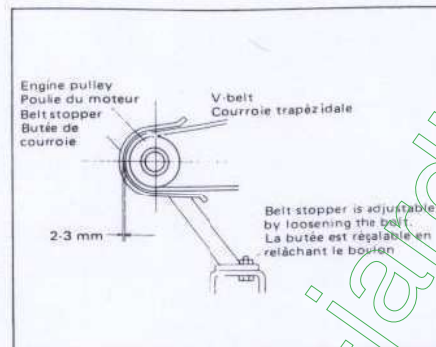

Fig. 6-2
- (3) Idle turning of the V-belt must be adjusted as follows: Clearance between the belt stopper and the belt must be from 2 to 3 mm when the belt is tensioned as shown in the Fig. 6-2.
- (4) Working devices
- (3) Le réglage de la courroie trapézoïdale s'effectue comme suit: le jeu entre la butée de courroie et la courroie elle-même doit être entre 2 et 3 mm, lorsque la courroie est tendue, comme le montre la Fig. 6-2.
- (4) Dispositifs de commande